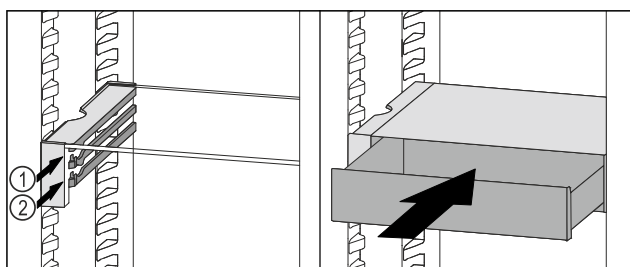

Fig. 94
- ▶ Nasaďte zásuvku VarioSafe za zarážky na požadovaném žebro Fig. 94 (1) nebo Fig. 94 (2).